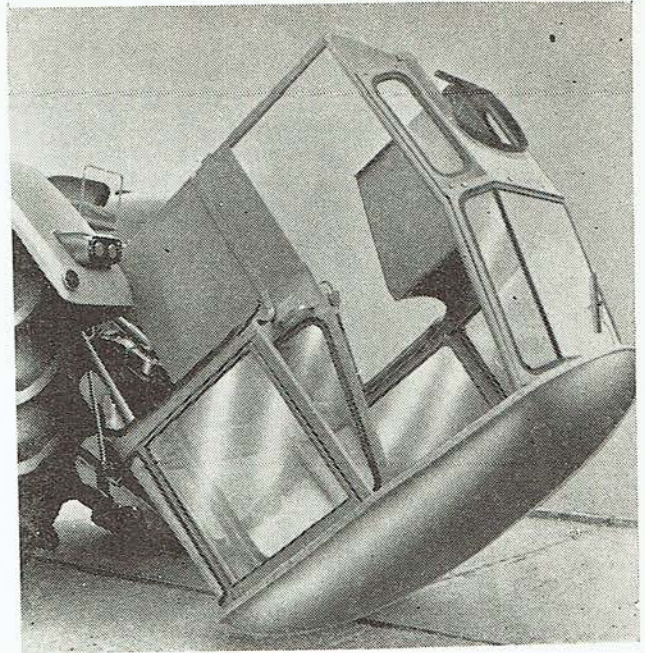

Abb. 144
3. Das Fahrerhaus ist auf das Dach (Abb. 144) um-